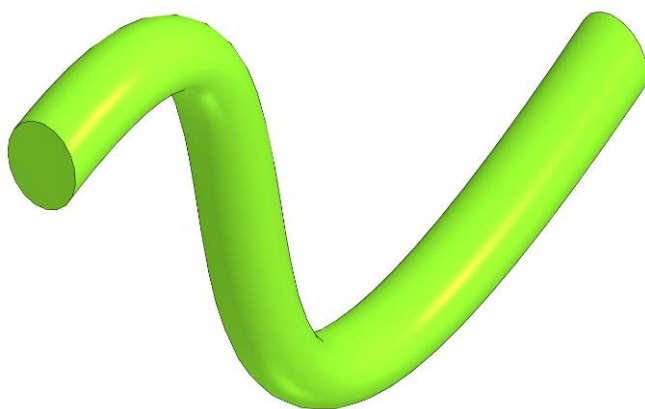

Рисунок 16 – Трехмерный элемент, созданный кинематической операцией
3. Кинематическая операция  – создает трехмерный элемент протягиванием контура эскиза вдоль заданной траектории (рисунок 16).